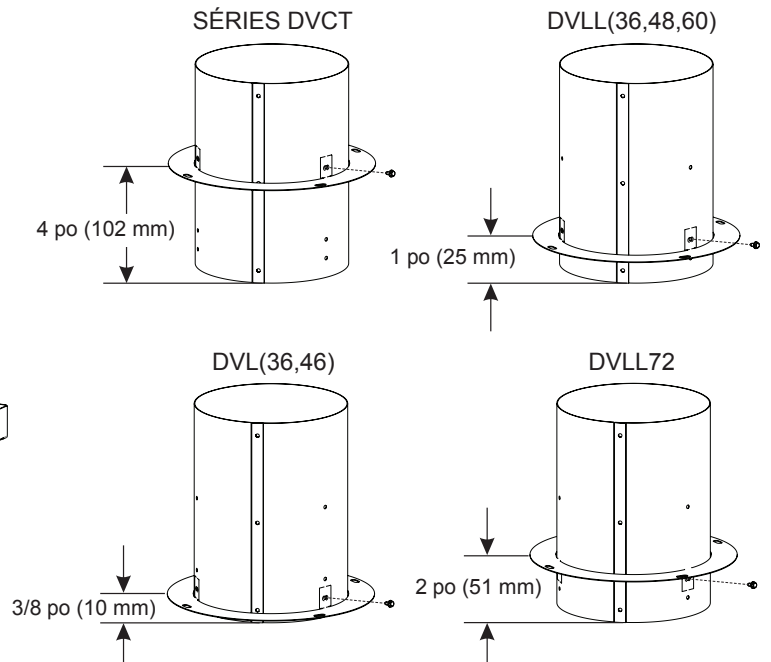

Figure 8
- Assembler 2 colliers de 6 po (152,4 mm) de diamètre x 8 po (203,2 mm) de long avec les brides de collier comme illustré dans la **Figure 8**. Fixer la bride au collier à l'aide de 3 vis n° 10 x 1/2 po, en utilisant les emplacements adéquats des trous selon le modèle de foyer particulier.